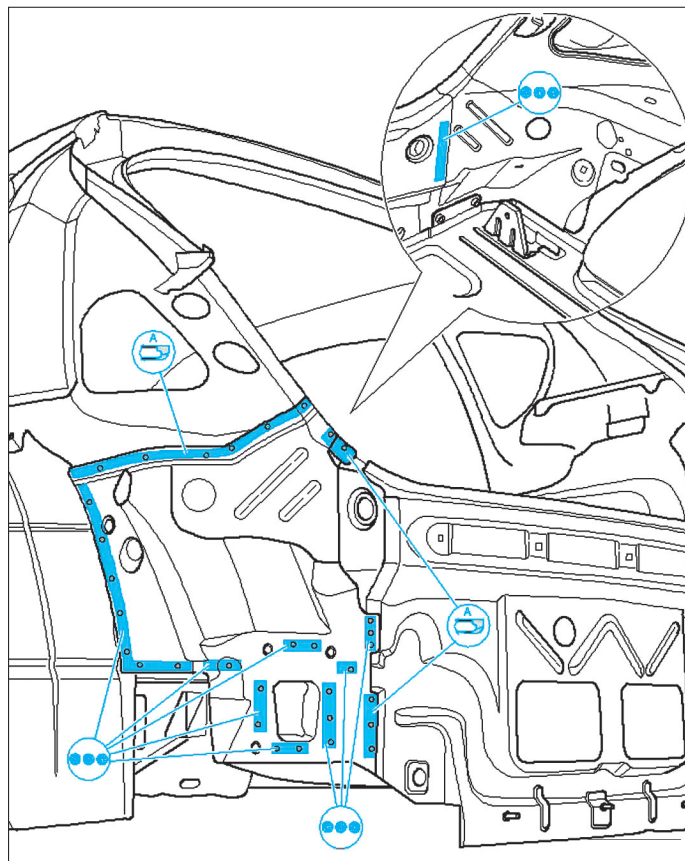

FIG. 65
- Positionner la pièce et l'immobiliser après avoir contrôlé l'alignement (Fig.65).